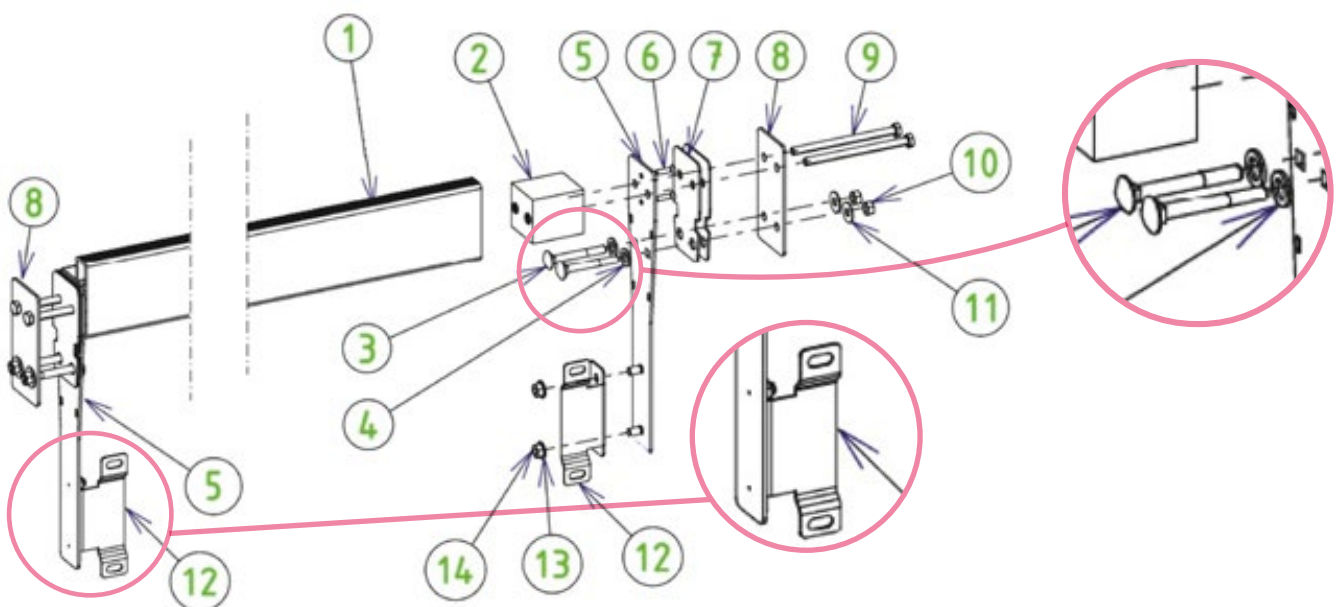

Abbildung 42 – Montage und Installation des Trägers
Die Montageschritte des Trägers werden in *Abbildung 42* dargestellt. Die zur Montage erforderlichen Schrauben finden Sie in Beutel Y. In der Abbildung befindet sich die Holzwand zwischen den Teilen 7 und 8, die Folie ist zwischen den beiden Gummi-Dichtungsplatten (7) eingezwängt.
Befestigen Sie die beiden Winkel (12) mit Hilfe von 4 Muttern (14) und vier 8 mm Edelstahl-Unterlegscheiben A4 (13) an den Trägerplatten (5). Die herausstehenden Teile der Winkel (12), die eine Einkerbung haben, müssen an der dem Skimmer und der Achse gegenüberliegenden Seite sein (siehe vergrößerte Ansicht der Winkel (12) in *Abbildung 42*).
Befestigen Sie schließlich die Trennwand auf den Winkeln (Teil 12 in *Abbildung 42*) mit vier Senkkopfschrauben (7) 8 x 16, vier Unterlegscheiben und vier Muttern von 8 mm Durchmesser aus A4 Edelstahl.